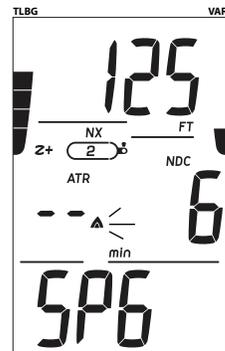

Fig. 72 - ÉCRAN PRINCIPAL D'ALARME PO2
**Écran principal d'alarme PO2 durant une plongée sans décompression** : paramètres affichés (Fig. 72)